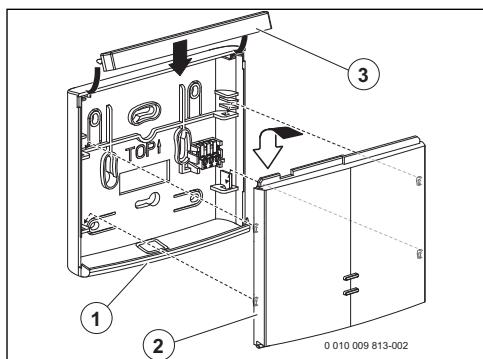

Fig. 4 Colgar el módulo emisor en el soporte de la pared
- ▶ Colgar los cuatro ganchos en el lado posterior del módulo emisor (→ fig. 4, pos. [2]) en las cuatro hendiduras del soporte de la pared.
- ▶ Colocar la regleta de cierre (→ fig. 4, pos. [3]).